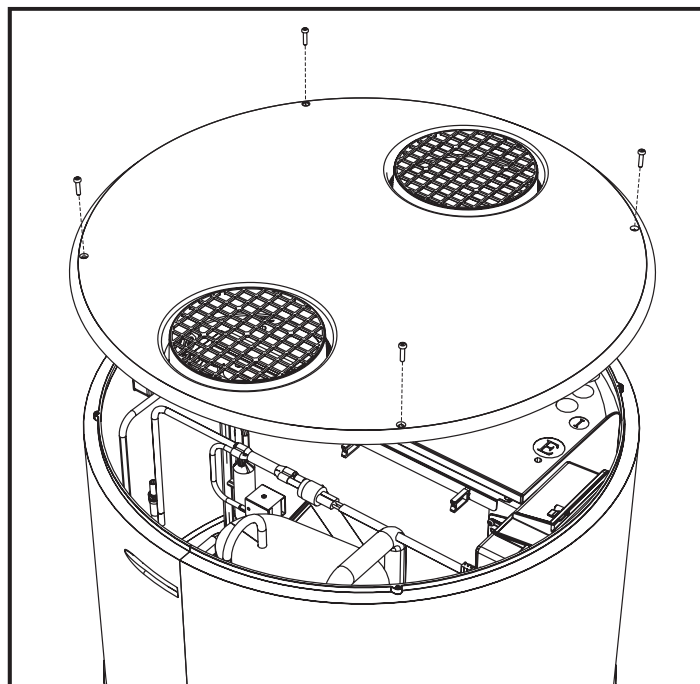

fig. 45- Retrait du panneau supérieur
- Retirez le couvercle supérieur en dévissant d'abord les vis de verrouillage (fig. 45).